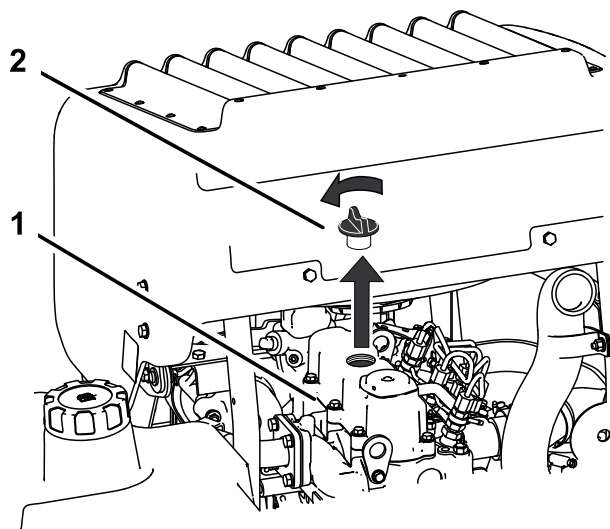

Figure 68
6. Retirez le bouchon de remplissage d'huile en haut du moteur (Figure 68).
2. Enlevez le bouchon de remplissage et la jauge (Figure 68).